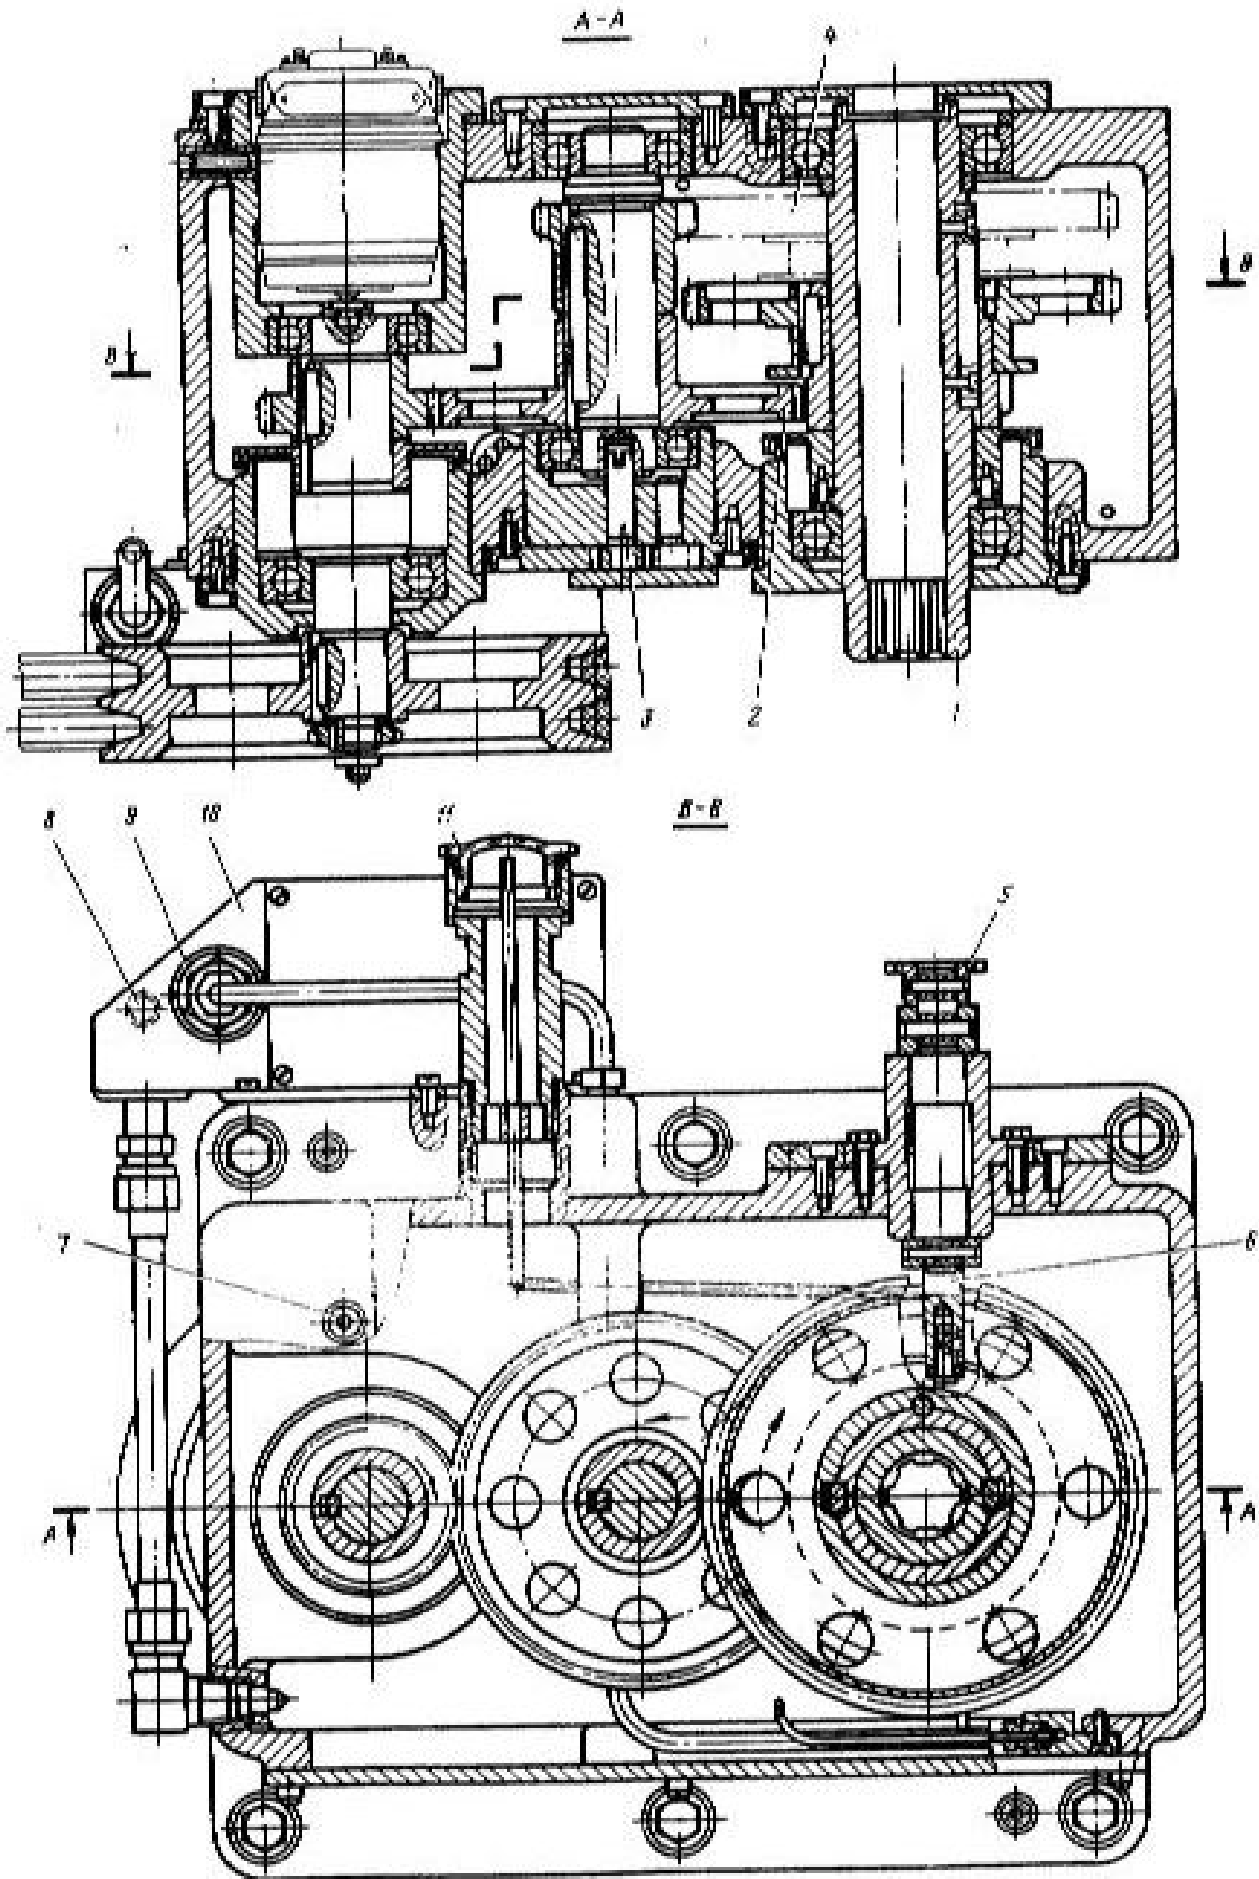

Рис. 24. Коробка скоростей
Выходной вал I (рис.24) коробки пустотелый с внутренними шлицами, в него входит шлицевый вал (см.рис.20), соединяющий коробку скоростей со шпинделем. Электродвигатель привода шпинделя крепится в открытой нише стойки на подмоторной плите на резиновых прокладках. Клиновременная передача от электродвигателя к коробке скоростей закрыта легким кожухом. Натяжение ремней производится смещением электродвигателя вместе с его плитой.
Вращение от шлицы может передаваться на выходной вал либо через промежуточную шестерню 2 (см.рис.24), либо через зубчатый перебор 4.
6. Контроль за наличием смазки в коробке скоростей необходимо производить по маслоуказателю II (см.рис.24), расположенному с правой стороны кожуха блока направляющих.